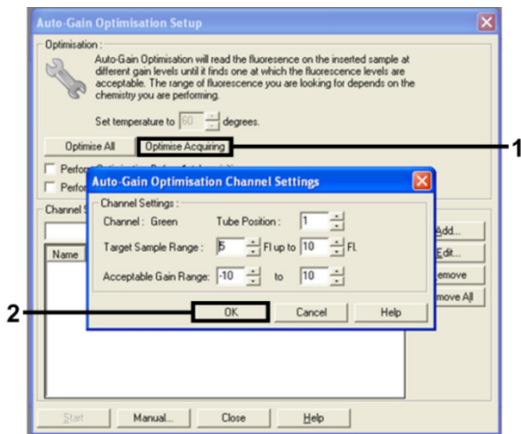

Figura 11. Otimização de ganho automático para o canal Green.
13. Clique em Optimise Acquiring (Otimizar aquisição). Aparecem as definições de canal para cada canal. Clique em OK para aceitar estes valores predefinidos para ambos os canais. (Figura 11).